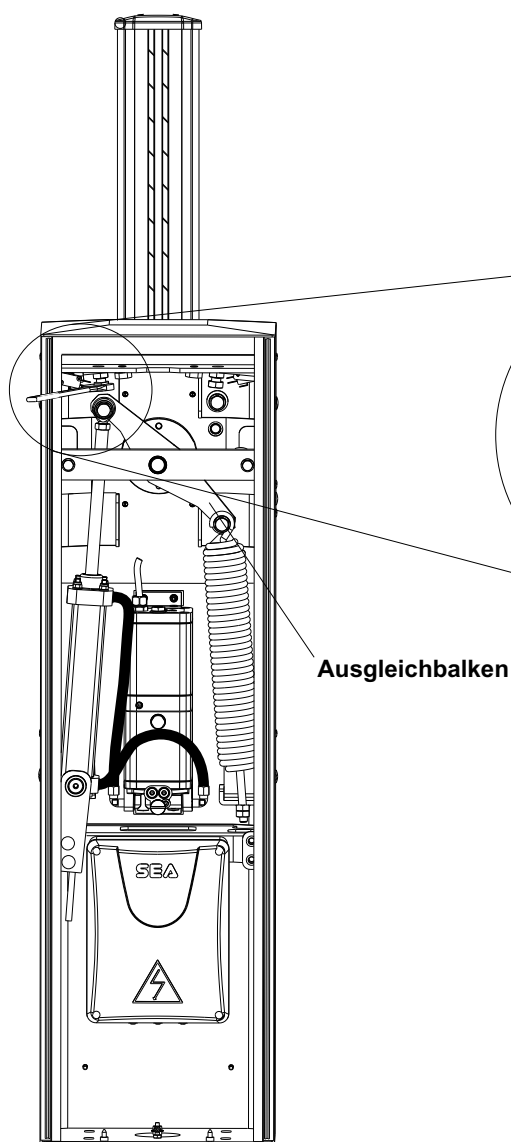

Abb.13
- Die Schrauben der Endschalter entriegeln, indem die Befestigungsmuttern, die sich auf den mechanischen Stopps befinden (Abb.13) abgeschraubt werden.
- Endschalterschrauben entsprechend anziehen oder lösen, damit der Schlagbaum in exakter senkrechter, beim Öffnen, und exakter waagrechter Stellung, beim Schließen, stillsteht (Abb. 13).